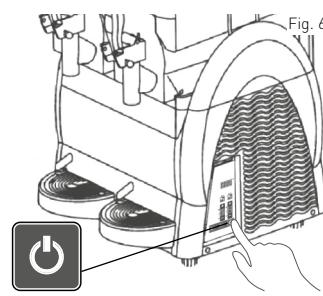

Fig. 6
- Druk daarna op  , om het apparaat in te schakelen. Houd  voor 3 seconden ingedrukt om over te schakelen naar de standbymodus van het apparaat wanneer het apparaat niet wordt gebruikt. Zie Fig. 6.